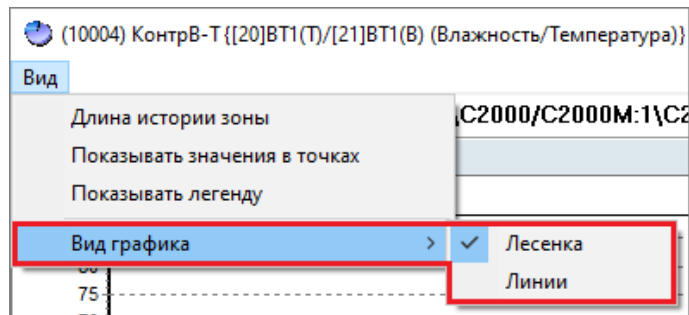

Рисунок 12-63 Меню "Вид графика"
- **Вид графика** – вызов выпадающего меню выбора способа соединения точек на активном графике этого окна графиков, которое состоит из пунктов (см. Рисунок 12-63):